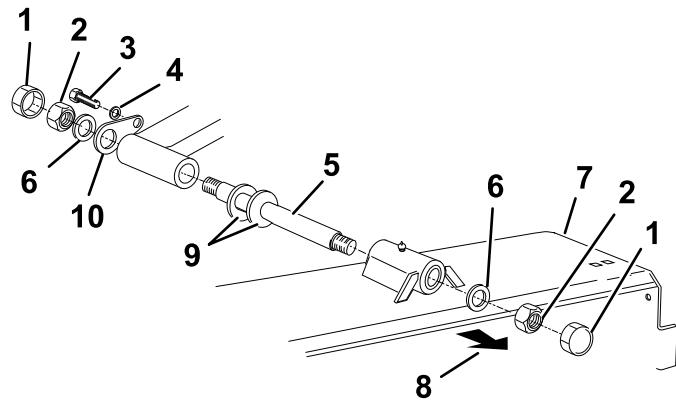

Bild 12
11. Befestigen Sie jede Schneideinheit mit dem Lagerbolzen, zwei Sicherungsmuttern (M24), zwei Scheiben (M24), zwei Hutmuttern, einem Stifthalter, zwei Belleville-Scheiben (falls zutreffend), einer Stellschraube (M12 x 30 mm) und einer Federscheibe in der richtigen Stellung am Mäher (**Bild 12**).